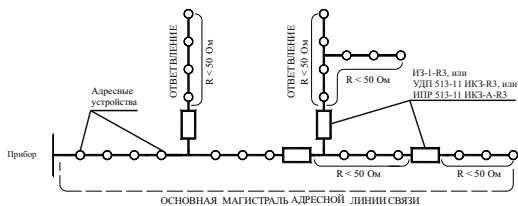

Рисунок 2
- разрывать радиальную АЛС (рисунок 2) в месте установки ИПР, ближайшего к точке КЗ. Это локализует участок после ИПР и оставляет работоспособным участок АЛС между прибором и сработавшим ИПР;